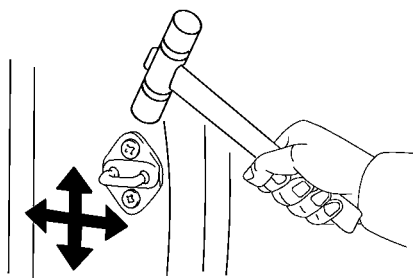

图 17-25 调整车门锁闭眼
(3) 调整车门锁闭眼。检查车门装配和车门锁杆系是否已正确调整好，然后旋松门眼固定螺钉进行调整，如图 17-25 所示。